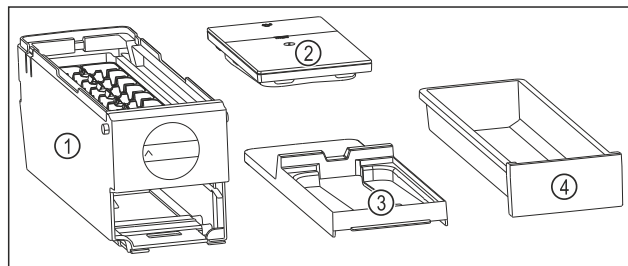

Fig. 89 Beståndsdelar i EasyTwist-Ice
- ▷ EasyTwist-Ice är delad i fyra delar. (se Fig. 89)
- Ta endast isär EasyTwist-Ice i de avbildade beståndsdelarna. (se Fig. 89)
- Rengör EasyTwist-Ice-enheten Fig. 89 (1) i sin helhet.